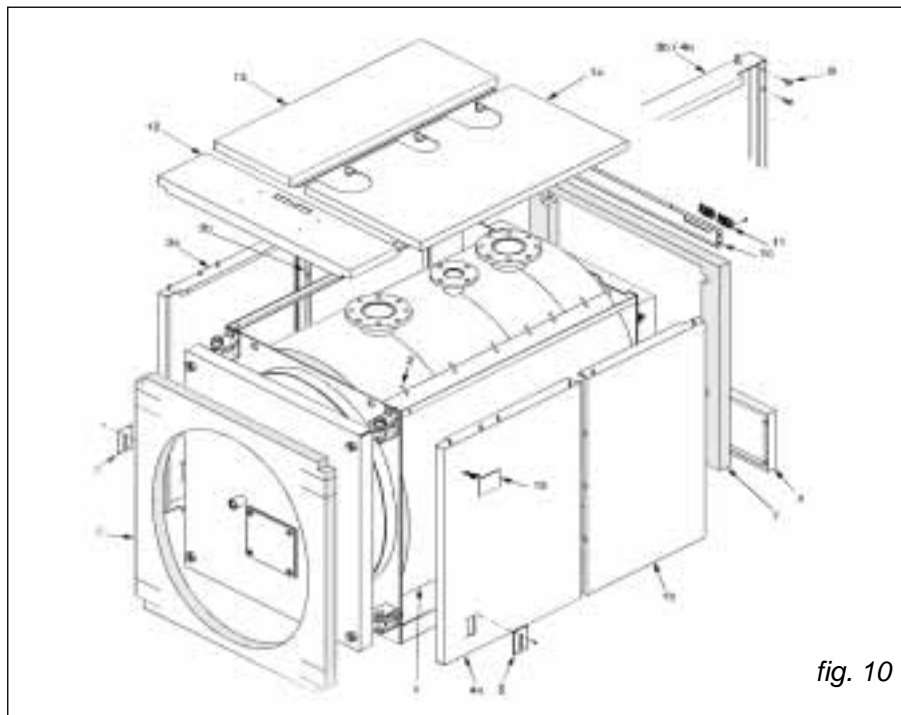

fig. 10
Per il modello **TAURUS S 1400** (rif. fig. 10), il mantello e l'isolamento sono contenuti in 3 imballi marcati:
Per i modelli compresi tra **S 1850** e **S 3500** (rif. fig.10 e 11), il mantello e l'isolamento sono contenuti in 4 imballi marcati:
3.2.6 Montaggio mantello TAURUS S 1200 ÷ 2400 (Rif. fig. 10)
A) Montare l'isolamento (pos. 1) del corpo caldaia e fissare i 2 lembi di giunzione con le mollette elastiche (pos. 2) fornite nella scatola accessori, agganciandole alla parte esterna in tessuto dell'isolamento.